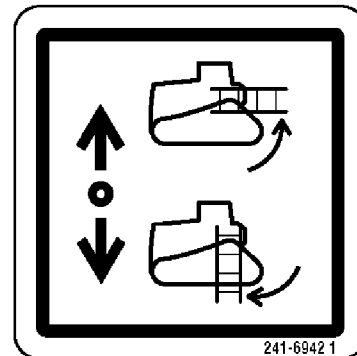

Ilustración 50
- Oprima el interruptor de la caja de control para bajar la escalera a la posición BAJADA. Mantenga oprimido el interruptor de la caja de control para continuar el movimiento hacia abajo de la escalera. Vea la ilustración 50.